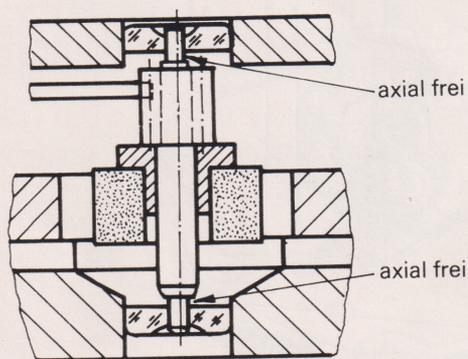

Abb. 6: Rotorlagerung
- der magnetisch entlastete Rotor muß in seiner Lagerung in axialer Richtung frei schweben (Abb. 6),